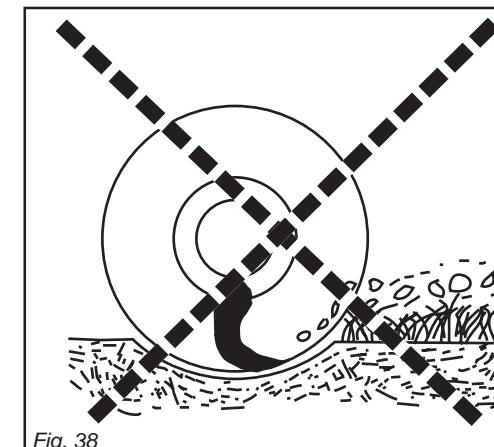

Fig. 38
- Engage the PTO and gradually accelerate the tractor engine until the PTO is spinning at the required speed (540). **It is highly inadvisable to exceed this rate as the machine has been sized to provide its utmost efficiency at these speeds.**
- Adjust the work height with the power lift controls if necessary. Remember that the cutting tools (knives or hammers) must not touch the ground (Fig. 38).
sollevatore l'altezza di lavoro, evitando che gli organi di taglio (coltelli o mazza) vadano a contatto con il terreno (Fig. 38).
- Regolando la posizione del rullo si aumenta o si diminuisce l'altezza di taglio rispetto al terreno (altezza min. 3 cm, Fig. 38).
- Adjust the position of the roller to raise or lower the cutting height from the ground (min. height 3 cm, Fig. 38).
vail avec le relevage, en évitant de mettre les organes de coupe (couteaux ou marteaux) en contact avec le sol (Fig.38).
- Le réglage de la position du rouleau permet d'augmenter ou de diminuer la hauteur de coupe par rapport au sol (hauteur min. 3 cm, Fig. 38).
Arbeitshöhe regeln und dabei vermeiden, daß die Schneidorgane (Messer oder Schlegel) den Boden berühren (Abb. 38).
- Durch die Verstellung der Walzenposition wird die Schnithöhe vom Boden erhöht oder verringert (Mindesthöhe 3 cm, Fig. 38).
martillo) toquen el terreno (Fig. 38).
- Regulando la posición del rodillo se aumenta o se disminuye la altura de corte respecto al terreno (altura min. 3 cm, Fig. 38).